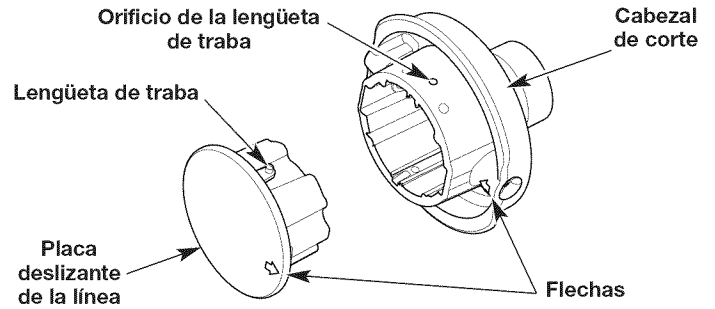

Fig. 16
2. Inserte un destornillador Phillips pequeño en el orificio de la lengüeta de traba y empújela hacia adentro (Fig. 16). Al mismo tiempo, hale la placa deslizante de la línea fuera del cabezal de corte.
4. Alinee la flecha de la placa deslizante de la línea con la flecha en el cabezal de corte (Fig. 16).